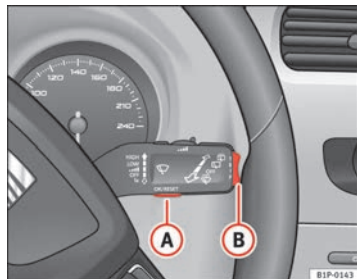
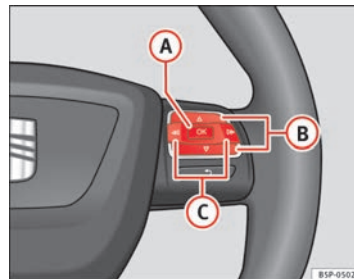

Fig. 43 Palanca del limpiacristales: tecla A para confirmar opciones del menú y tecla basculante B para cambiar de menú
Fig. 44 Mandos en volante: tecla A para confirmar opciones del menú y teclas B para cambiar de menú
⇒ **página 70, fig. 44** hasta que lo visualice en la pantalla. Ya está dentro de este menú.
- Para cambiar de una memoria a otra, pulse brevemente la tecla **[A]** ⇒ **página 70, fig. 43** ⇒ página 70 de la palanca del limpiacristales o la tecla **[OK]** del volante multifunción ⇒ **página 70, fig. 44** ⇒ página 70 con el encendido conectado. ▶
En el indicador multifunción puede consultar los siguientes datos accionando la tecla basculante **(B)** ⇒ **página 70, fig. 43** ⇒ **página 70** de la palanca del limpiacristales o pulsando la tecla **(Δ)** o **(▽)** ⇒ **página 70, fig. 44** del volante multifunción*.